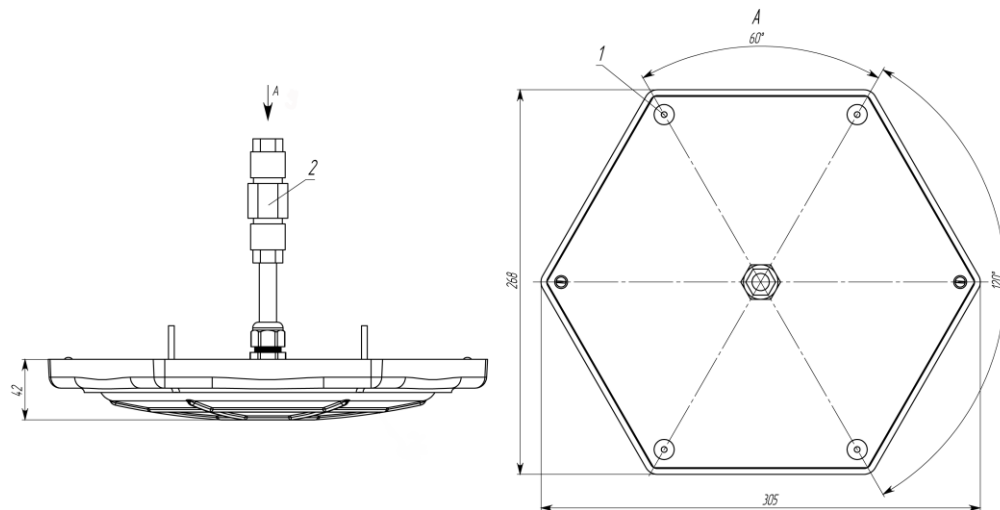
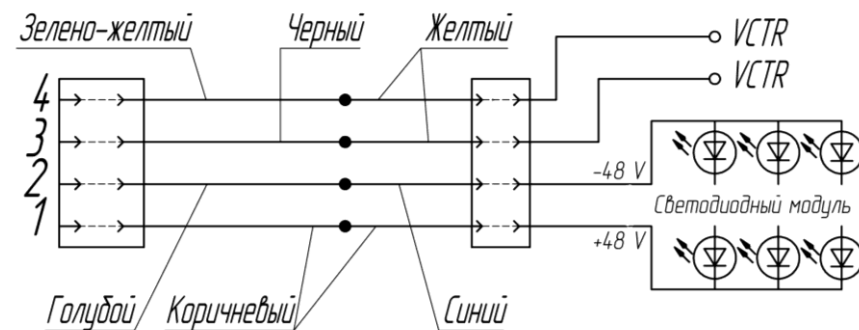

Рисунок 1
Рисунок 2 - Схема подключения светильников ДВУ25-24х1,2-001
2.1 Светильник встраиваемый ДВУ25-24x1,2-001 У1 «Сигма» (рисунок 1) предназначен для освещения подземных пешеходных переходов, проходов, подъездов зданий.
5.1 Установить светильник на опорную поверхность и закрепить его с помощью четырёх винтов М6х35 поз.1, входящих в состав светильника, предварительно подключив питающий четырехжильный кабель сечением от 0,75 до 1,5 мм2 к кабельному соединителю поз.2 (рисунок 1).
5.2 Не зачищенные жилы питающего кабеля подключить к клеммам втулки кабельного соединителя поз.2 (рисунок 1) согласно схеме электрических соединений (рисунок 2) в следующем порядке: +48В к контакту 1; -48В к контакту 2; управление мощностью «VCTR» к контактам 3 и 4.